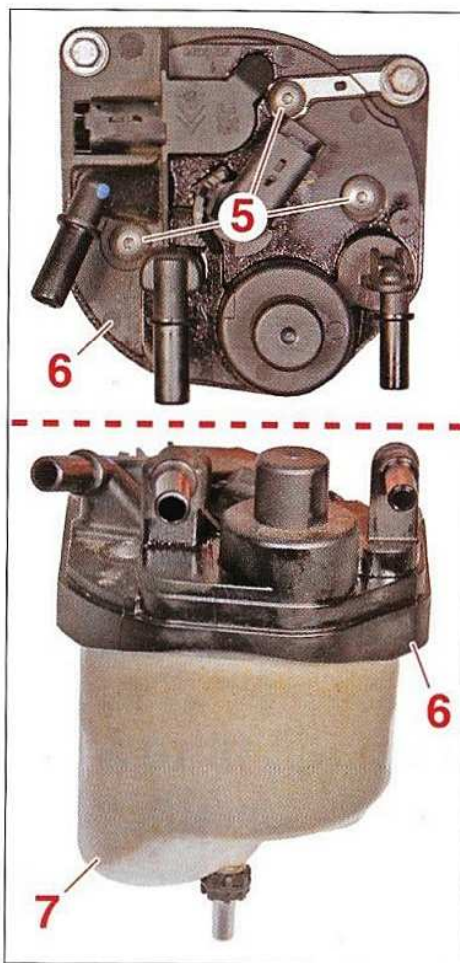

FIG.3
- Déposer les vis (5) (Fig.3).
- Séparer le couvercle (6) de l'élément filtrant (7).